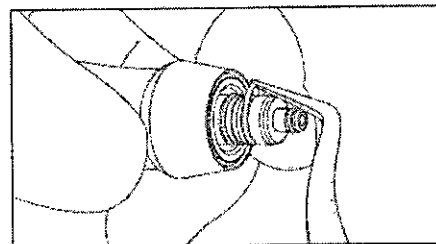

Fig.11
- En el caso de adherirse el polvo en la parte del anillo "O", debe quitarse el anillo "O" y limpiar perfectamente la ranura. (Fig. 11)